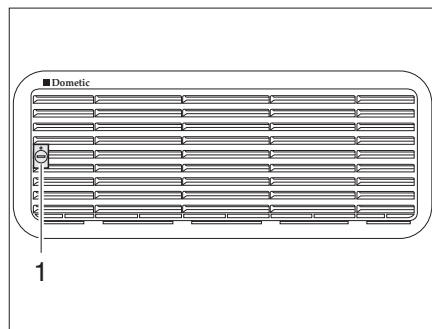
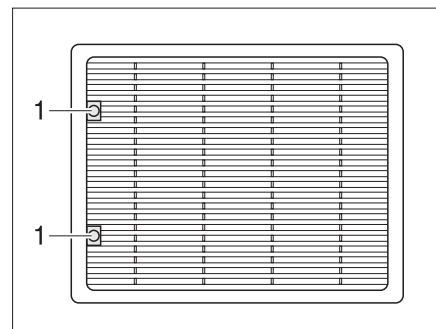

Fig. 328 Rejilla de ventilación del frigorífico (Dometic pequeño)
Fig. 329 Rejilla de ventilación del frigorífico (Dometic grande)
- Girar el tornillo (Fig. 328,1 ó Fig. 329,1) un cuarto de vuelta con la ayuda de una moneda.